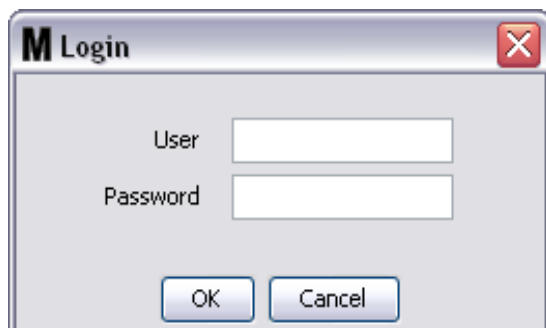

FIG. 115
3. La boîte de dialogue contextuelle illustrée par la FIG. 115 apparaît pour saisir le nom d'utilisateur et le mot de passe.